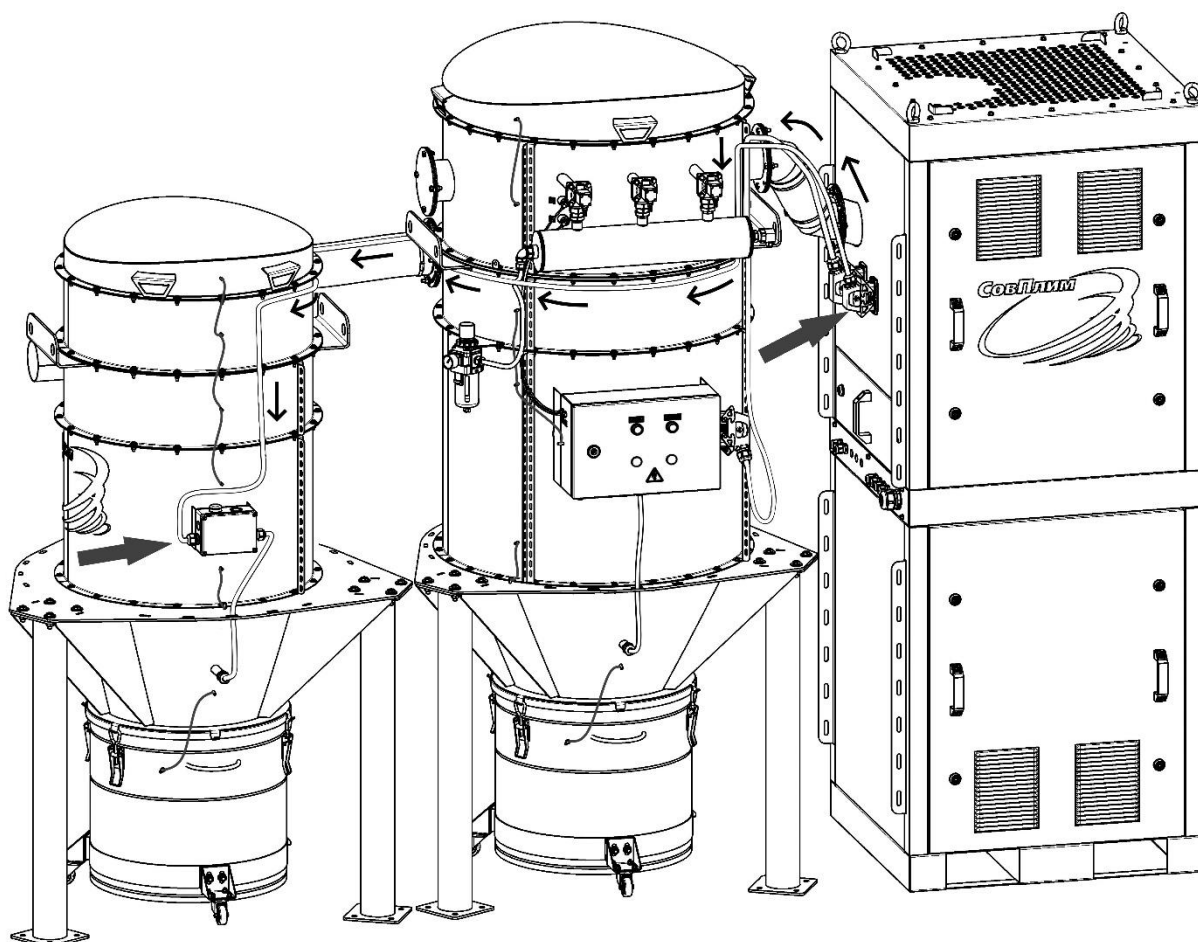

Рисунок 11
5.3.7 Выполнить электросоединение пресепараторного блока с вакуумным блоком при помощи кабеля в сборе с разъёмом 3 pin (XP2-XT1) (рисунок 11). Для крепления использовать фиксаторы кабеля из комплекта поставки.